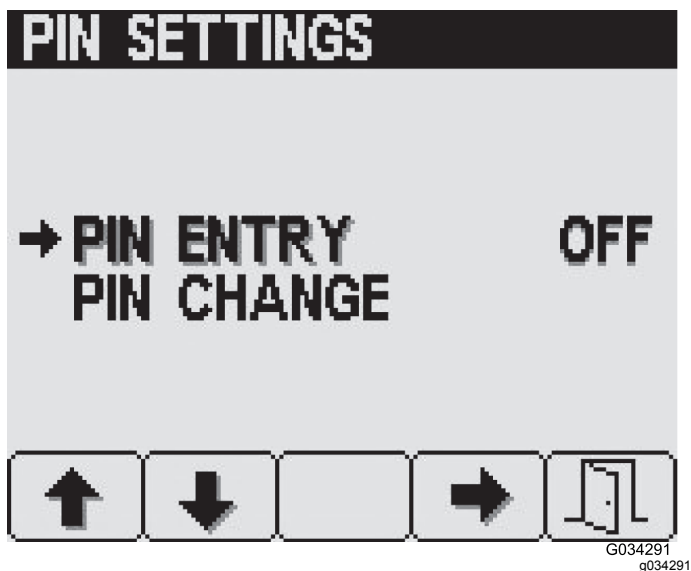

图 25
- 按 1 号或 2 号按钮可选择 PIN ENTRY PIN 输入选项图 25。
- 按 4 号按钮可 ON 打开或 OFF 关闭 需要输入 PIN 的要求 图 25。